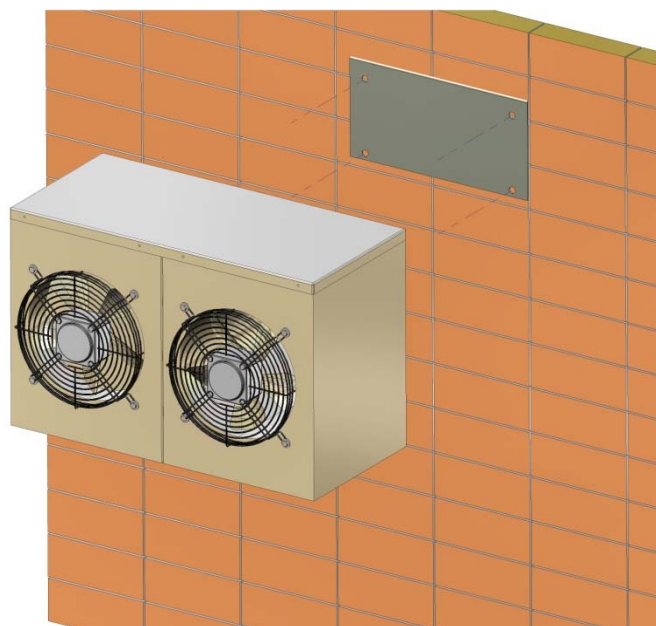

Abb. 4
| Abb. 4 - MONTAGE HÄNGE-KONDENSATOREINHEIT .....                  | 22 |
Mit dem Kompressorschalter ① von Abb. 4 Spannung geben.